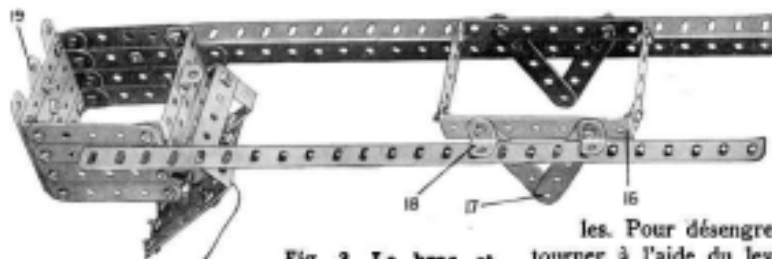

Fig. 3. Le bras et la Pelle de l'Excavateur à vapeur.
(16) (Fig. 3) est également montée par ses trous (17) sur cette Tringle, et les Cornières du bras excavateur s'engagent entre les Équerres de 12 x 12 mm. (18) et les Pneus Dunlop. Les Équerres (18) ne doivent exercer qu'une pression légère sur les Cornières, et la corde courroie doit être enroulée plusieurs fois sur les Poulies 12 et 15.
Tous les détails de la pelle d'excavation, sauf le cliquet de fermeture, sont indiqués par la Fig. 3. Le Cliquet est formé d'une Tringle de 38 mm. glissant dans un Support Double boulonné au-dessous de la pelle. Une extrémité de cette Tringle est munie d'un Accouplement auquel est attaché une corde, son extrémité opposée s'insérant dans le trou inférieur d'une Bande de 7 cm. 1/2 (19).